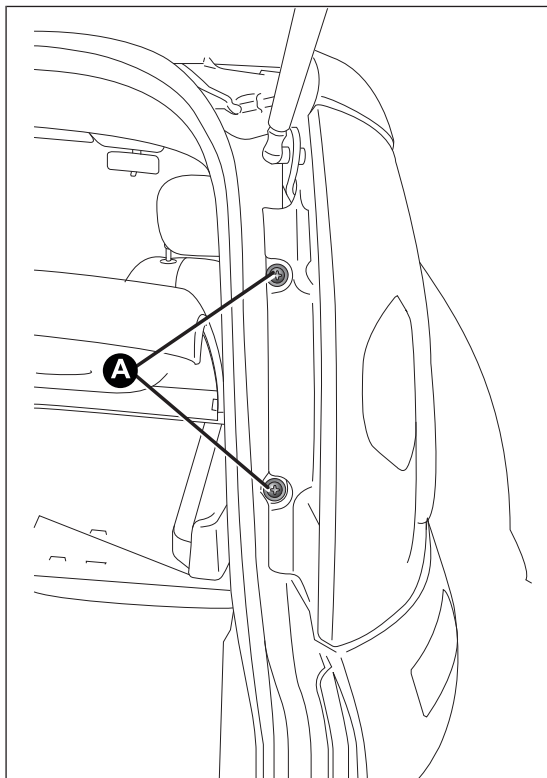

fig. 134
- ☐ aflojar los dos tornillos A fig. 134 de sus alojamientos, tirar delicadamente hacia sí de todo el piloto hasta que se suelte completamente de las dos ballestillas de fijación (están fijadas por deslizamiento D fig. 134) y desconectar el conector;